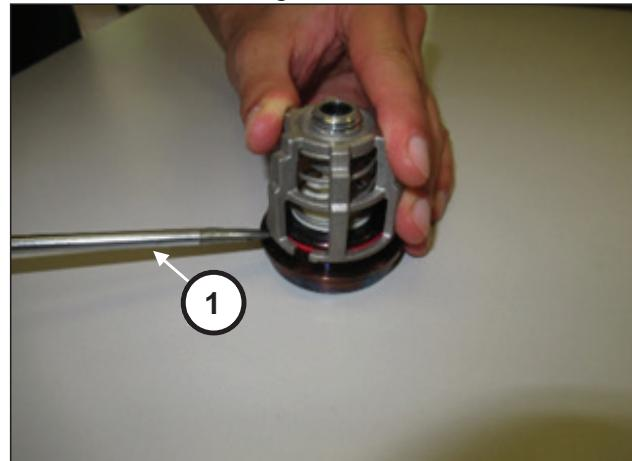

Abb. 114
Bauen Sie die Saug- und Druckventilgruppen durch Aushebeln mithilfe einfacher Werkzeuge aus (Pos. ①, Abb. 114).